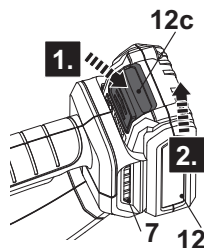

Fig. 3
2. Appuyez sur le bouton de déverrouillage (12c) et retirez le bloc-batterie (12) du port de connexion de la batterie (7) (Fig. 3).